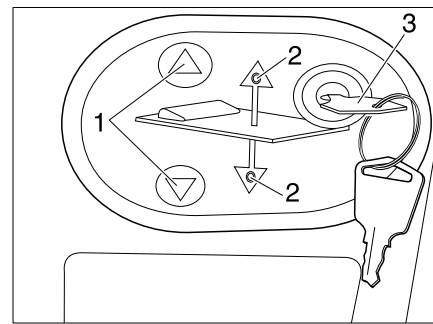

Bild 157 Bedienpanel für elektrisches Hubbett
- Schlüssel (Bild 157,3) in das Bedienpanel stecken.
- Auf Taste  oder  (Bild 157,1) drücken und gedrückt halten. Die jeweilige LED (Bild 157,2) leuchtet und das Hubbett senkt oder hebt sich.
- Wenn die gewünschte Position erreicht ist, Taste  oder  (Bild 157,1) wieder loslassen. Die jeweilige LED (Bild 157,2) erlischt.
- Schlüssel (Bild 157,3) abziehen.